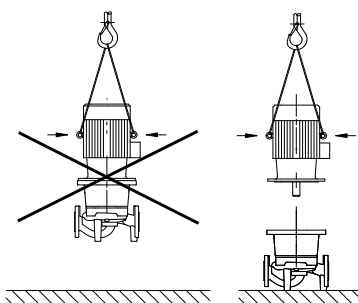

Fig. 8: Přeprava motoru
- Přepravní oka na motoru jsou povolena výhradně k přepravě motoru, nikoliv však celého čerpadla (Fig. 8).